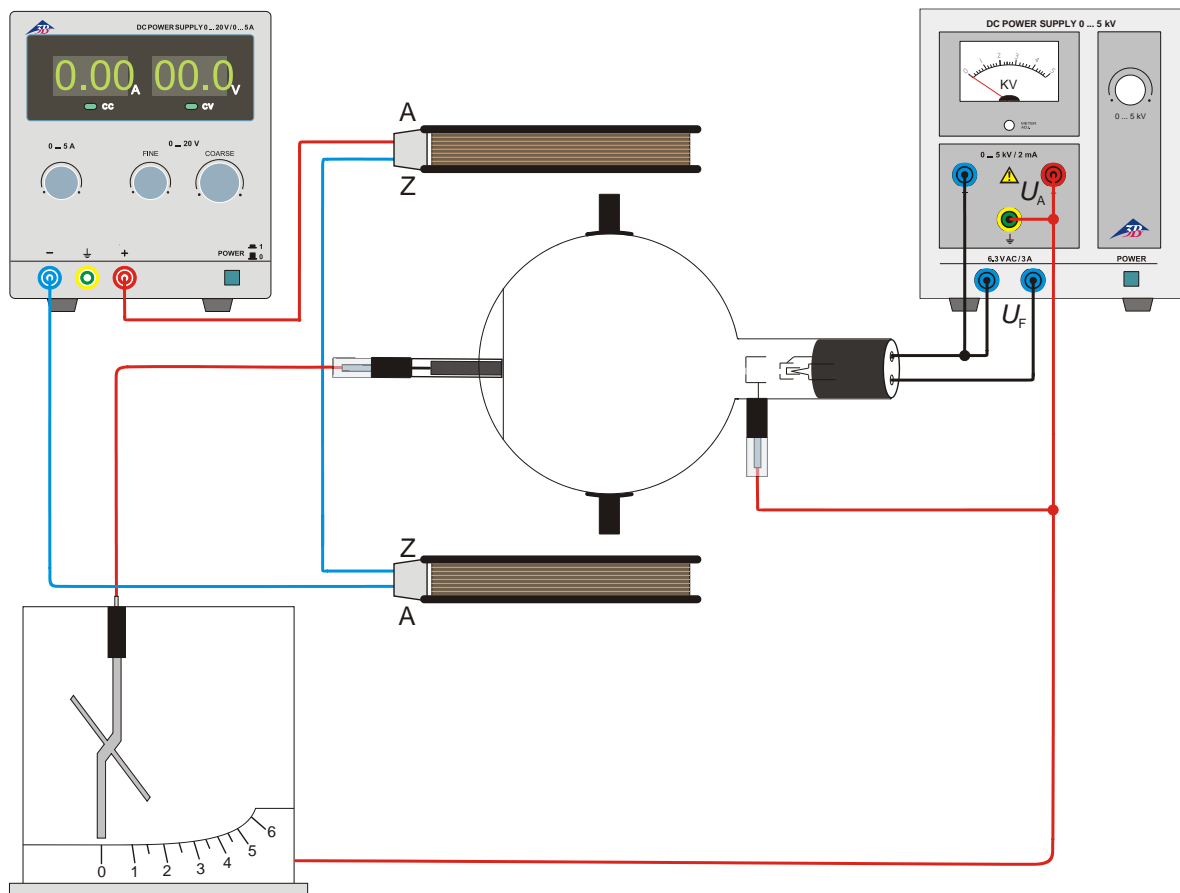

Fig. 1 Prova che i raggi catodici sono formati da particelle e determinazione della loro polarità
- Realizzare il collegamento come illustrato in fig. 1.